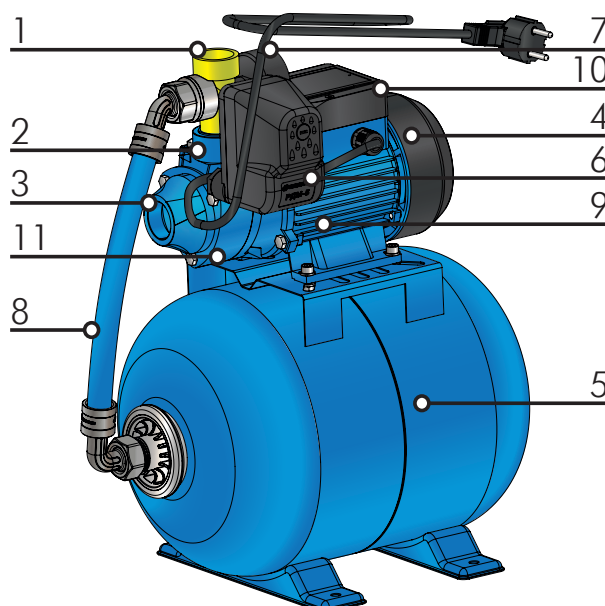

Рисунок 2
**Общий вид насосов-автоматов «ВИХРЕВИК» (рисунок 2):**